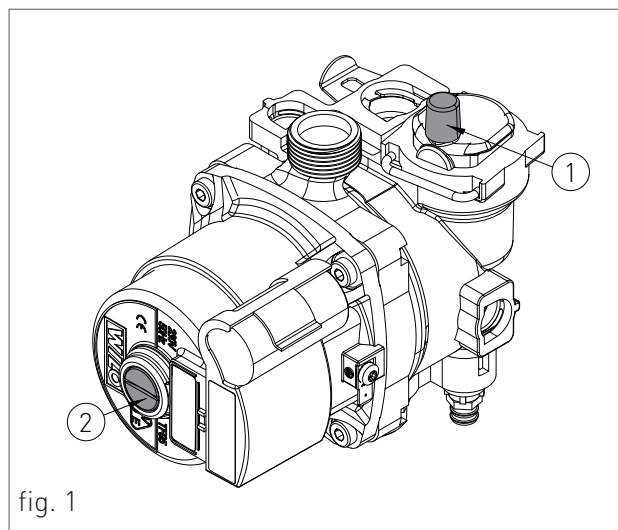

fig. 1
- › deșurubați capacul A de 1/2" (fig.1);
2. slăbiți ușor capacul supapei de siguranță a pompei de circulație (1-fig. 1) pentru a elibera aerul din sistem;
8. deșurubați capacul pompei de circulație (2-fig.1) pentru a elibera eventualele bule de aer și închideți-l bine pentru a preveni scurgerile de apă;